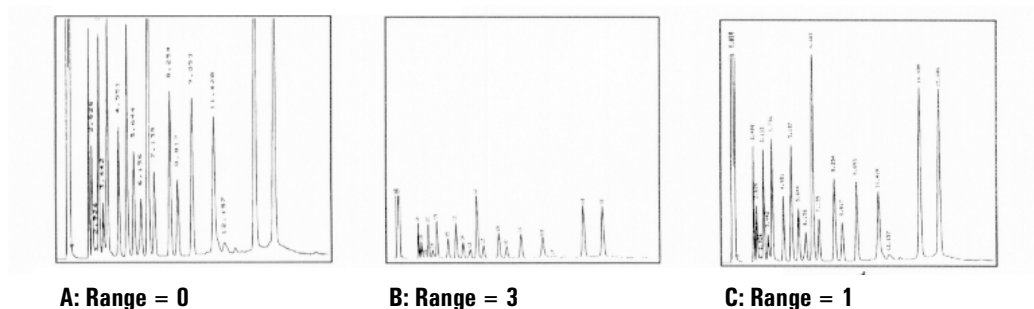

Figura 21 Efecto de la configuración del rango en el cromatograma
Si un cromatograma es similar al A o B de la Figura 21, los datos necesitan ser escalados (como en C) de manera que todos los picos sean visibles en el papel.
Los valores válidos van de 0 a 13 y representan de 2^0 (1) a 2^{13} (8192). Al cambiar un parámetro en una unidad cambia la anchura del cromatograma en un factor de 2. Los cromatogramas de la Figura 21 lo ilustran. Usar el valor más pequeño posible para minimizar el error de integración.